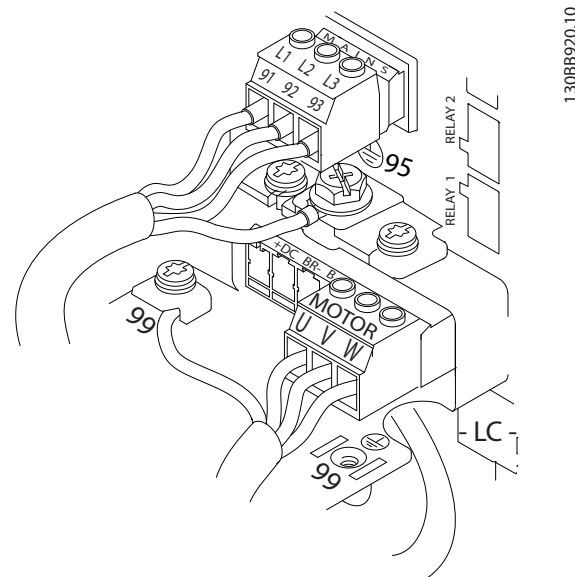

Рисунок 2.8 Проводка двигателя, силовых кабелей и заземления
На Рисунок 2.8 показаны подключения сетевого питания, двигателя и заземления для основных преобразователей частоты. Фактические конфигурации отличаются для разных типов устройств и дополнительного оборудования.
- Подключите проводку 3-фазного входного питания переменного тока к клеммам L1, L2 и L3 (см. *Рисунок 2.8*).